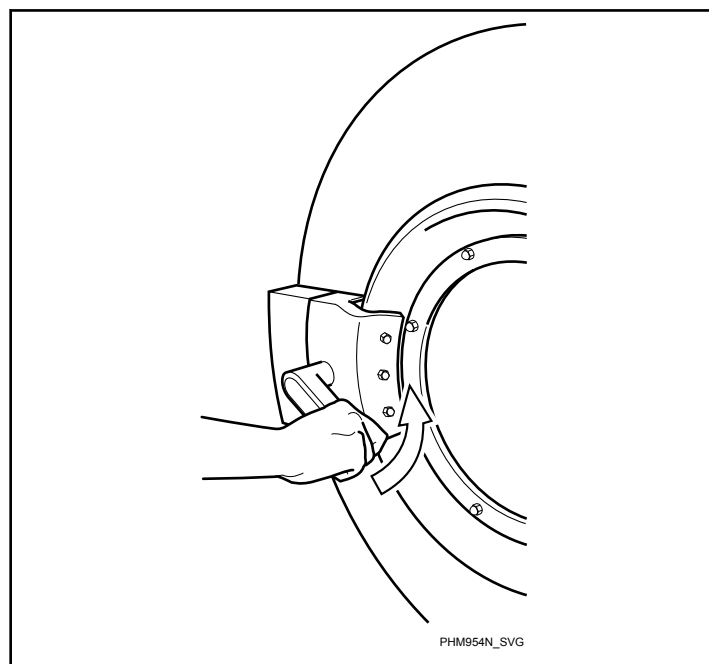

Abbildung 47
4. Die Tür schließen und den Griff gegen den Uhrzeigersinn drehen. Siehe *Abbildung 47*.